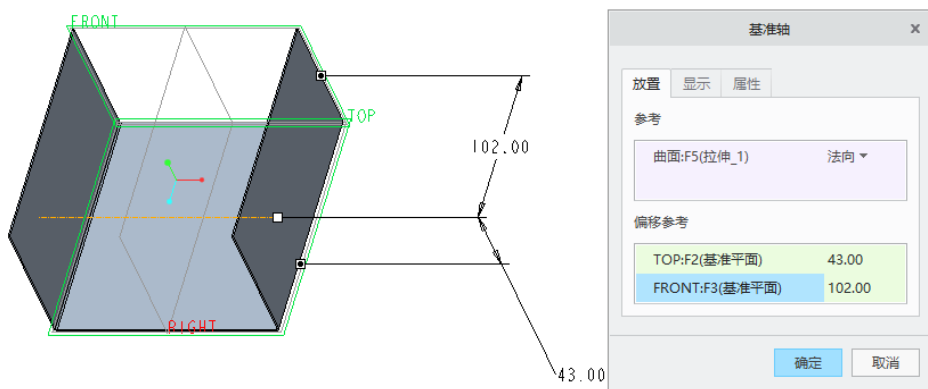

图 6-63 定义偏移参考
(3) 在“基准轴”对话框的“偏移参考”收集器中单击，将其激活。选择 TOP 基准平面作为第一偏移参考，接着按住〈Ctrl〉键并选择 FRONT 基准平面作为第二偏移参考，然后在“偏移参考”收集器中修改相关的偏移距离，如图 6-63 所示。